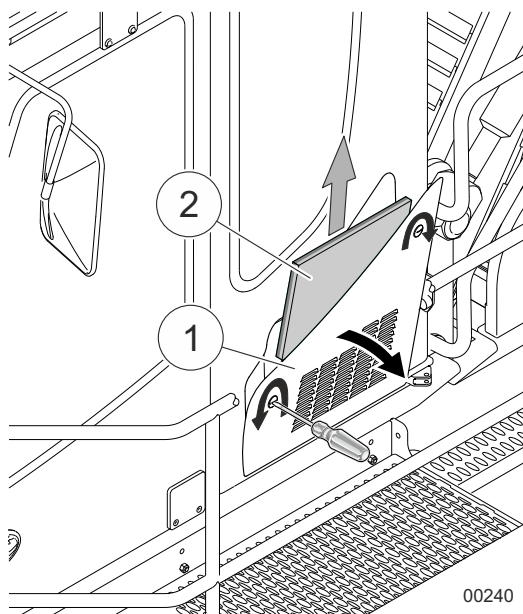

Fig. 257 Filtro de ar fresco
| 1 | Abra os fechos da tampa (1) na Fig. 257 com uma chave de fenda. – Gire o fecho dianteiro para a esquerda para abri-lo. – Gire o fecho traseiro para a direita para abri-lo. |
| 3 | Puxe o elemento do filtro (2) na Fig. 257 para cima e para fora. |